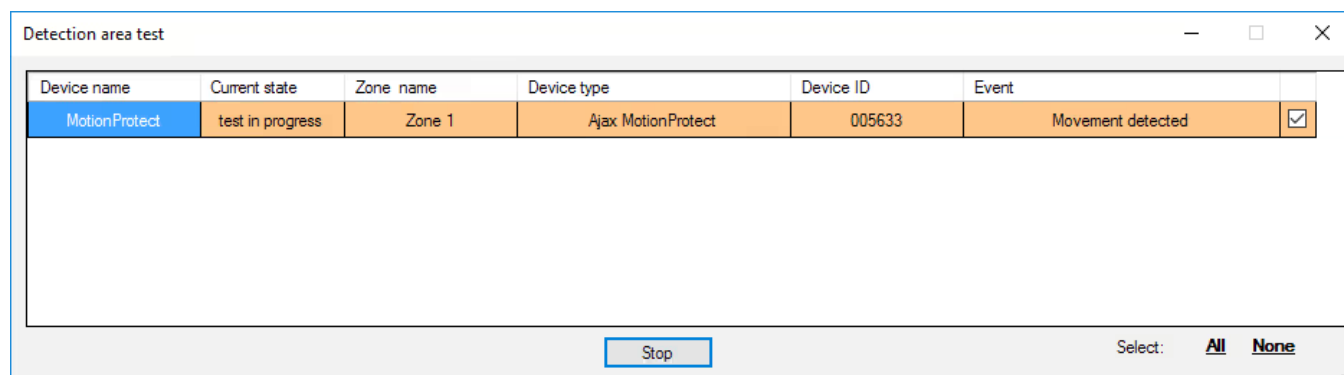

Figura 16. Prova dell'area di rilevamento
9. Il test dell’area di rilevamento (Figura 16) è necessario per assicurarsi che i sensori funzionino in modo efficiente nella loro posizione corrente. In modalità test la luce del sensore è sempre accesa e si spegne per 1 secondo durante l’attivazione: